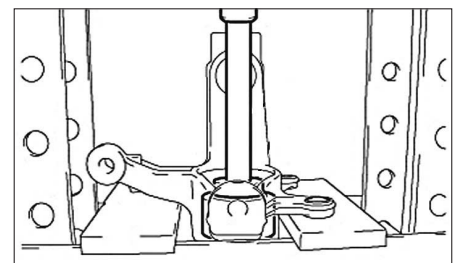

FIG. 16
- Positionner le pivot sur une presse hydraulique appropriée (Fig.16).